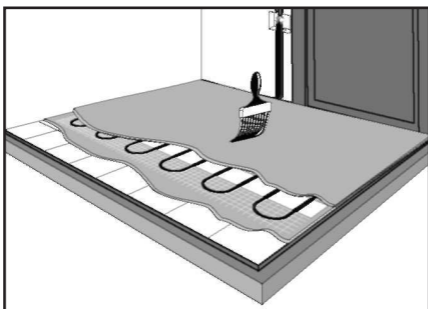

Рис. 4
15) Залейте нагревательный мат слоем раствора для крепления плитки толщиной 5-8 мм и дайте ему высохнуть в соответствии с инструкцией по применению используемой плиточной смеси. (рис. 4).